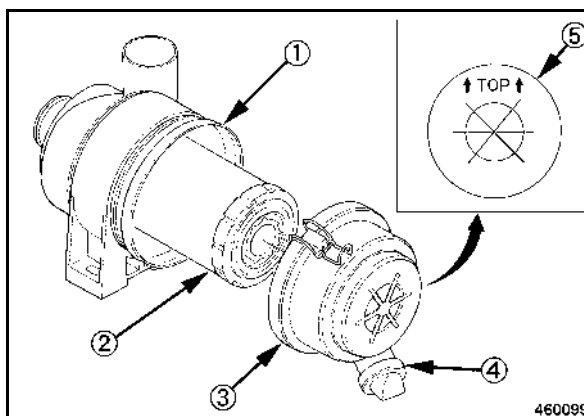

fig. 99
- Vérifier l'état des surfaces de jointure à la cartouche de filtre (2) (fig. 99) avant de la remettre en place.
- Introduire la cartouche dans le carter, mettre le couvercle (3) en place avec le repère "TOP" (5) orienté vers le haut et le fixer au moyen des fermetures rapides.